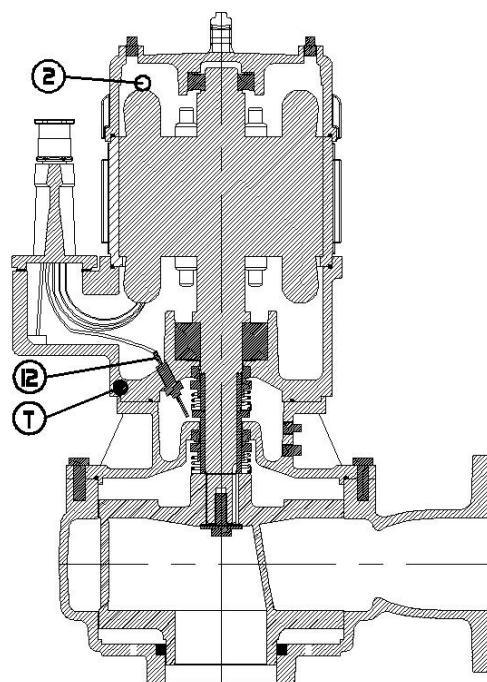
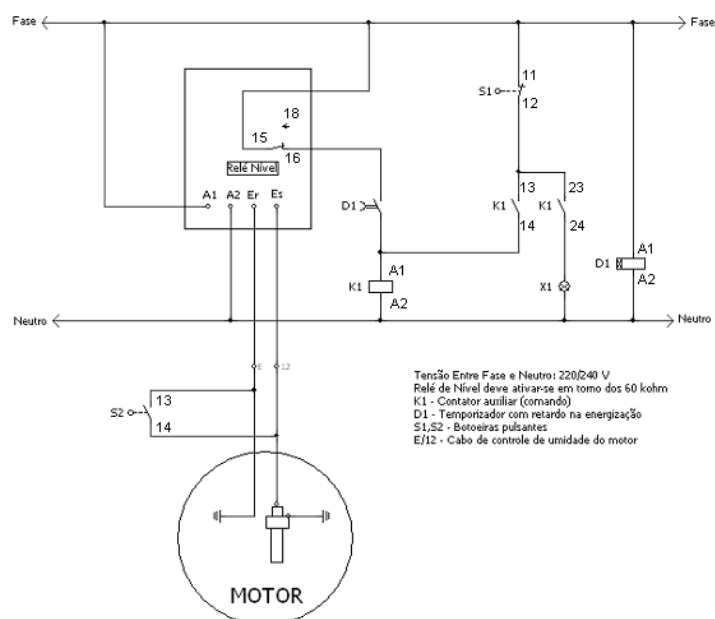
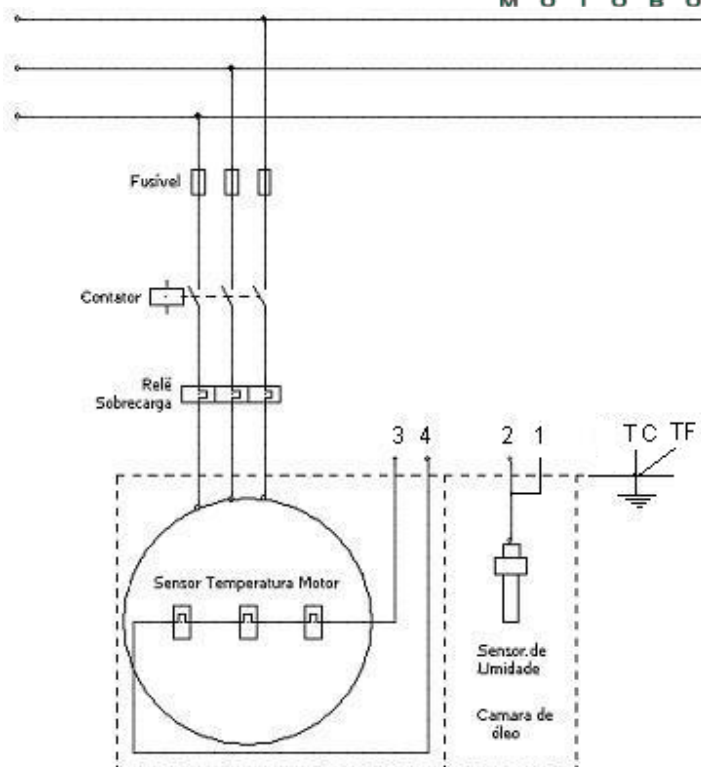

Figura 6 – Sensores de proteção
Figura 7 – Esquema de ligação do sensor de umidade
Figura 8 – Partida Direta
Os motores possuem os seguintes sensores de proteção (Figura 6):
- **Sensor de temperatura dos enrolamentos do motor (posição 2 da Figura 6):** São do tipo bimetálico. Sua função é detectar um sobreaquecimento nas bobinas do motor, e mediante a um circuito de controle no quadro de comando, deve desligar o motor quando este sensor atuar;
- **Sensor de umidade (posição 12 da Figura 6):** Detecta a presença de umidade no óleo dentro da câmara de selagem, indicando falha do selo mecânico inferior (em contato com o líquido que está sendo bombeado), sendo que mediante a um circuito de controle no quadro de comando, deve desligar o motor quando este sensor atuar; Detecta também a presença de líquido na câmara do motor, indicando a falha do selo mecânico superior;
Quando a câmara de selagem está cheia de óleo puro, não existe passagem de corrente entre a sonda (12) e a terra (E) ver Figura 7 ou Figura 6 (pontos 12 e T). A partir do momento que ocorrer o ingresso de água no óleo da câmara de selagem, irá aumentar a condutividade deste óleo, sendo que o quadro de comando deverá desligar o motor e acender um alerta luminoso na porta do quadro. (Deve-se ajustar a sensibilidade do relé de condutividade para o funcionamento ideal).
Como a condutividade entre a mistura do óleo da câmara de selagem e a água varia conforme a rotação do motor (se o motor estiver em funcionamento), o quadro de comando irá fazer com que, após detectar o sinal do sensor, somente apertando o botão S1 (Figura 7), o sistema estará reabilitado a funcionar. Caso contrário o motor poderia funcionar de forma intermitente, podendo queimar o mesmo.
Como os relés de condutividade possuem normalmente um retardo de energização de aproximadamente 1 segundo, e conforme a Figura 8, os contatos 15 e 16 estão normalmente fechados, um temporizador D1 para o alarme visual é recomendado. Para verificar o funcionamento do alarme é disposto de um botão pulsante entre as conexões de Er e Es (denominado S2).
Por este motivo se recomenda a cada 06 meses realizar o teste de segurança, pressionando a chave S2 da Figura 7.
A Figura 8 mostra como testar a parte hidráulica que envolve o sensor de umidade. Este teste é realizado para verificar as condições de continuidade entre os fios 1 e 2 do sensor de umidade. Para fazer o teste é necessário medir a continuidade entre os cabos 1 e 2 do cabo de controle junto a régua de bornes. Após isto medir a continuidade entre os fios TC e TF (terra de controle e o terra de força). Se não houver continuidade entre os fios 1 e 2, ou também entre os fios TC e TF, deve ser realizado o serviço de manutenção do equipamento, pois existe alguma falha a ser reparada na fiação. Se houver continuidade entre os fios 1 e 2, ou também entre os fios TC e TF, isto indica que os cabos de controle estão corretos. Este teste pode ser realizado logo após o teste da chave S2 da Figura 7. Recomenda-se também a cada 06 meses realizar o teste.